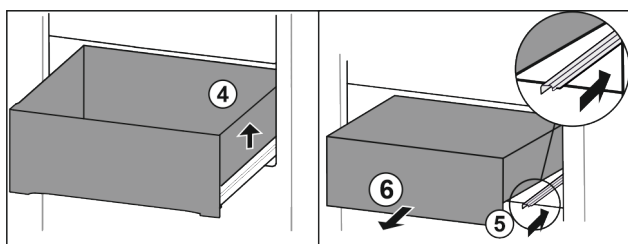

Fig. 63
- ▶ Løft skuffen i højre side. Fig. 63 (4)
- ▶ Skub den højre skinne ind. Fig. 63 (5)
- ▶ Tag skuffen ud fremefter. Fig. 63 (6)